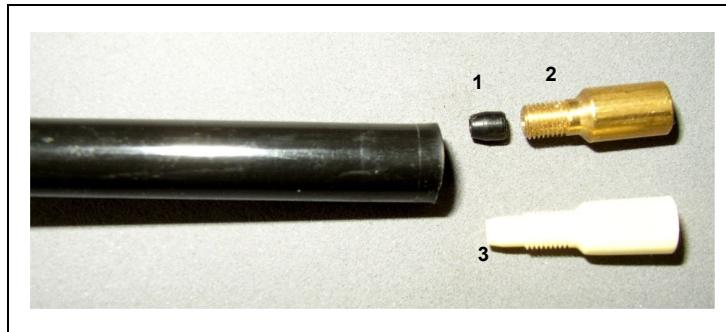

Fig. 80
- 2 Insert taper gasket (Fig. Fig. 80/1).